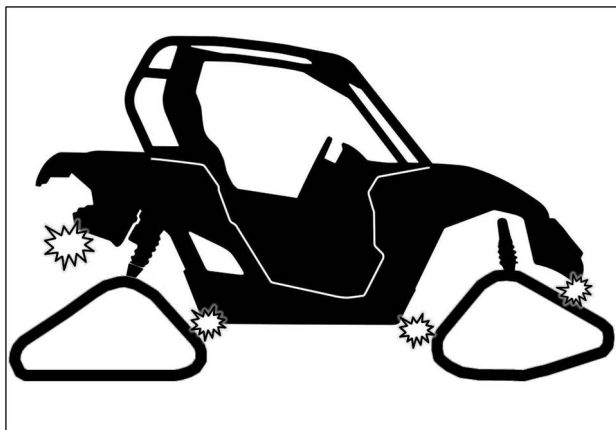

Fig. 30
2. Vérifier s'il y a possibilité de contact entre le système de traction et les coins inférieurs des ailes. Voir la Fig. 30